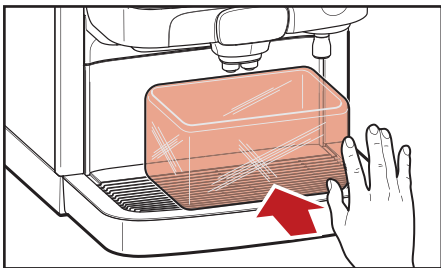

Fig. 5.5 - Placez le récipient
7. Placez un récipient sous les sorties de boisson et d'eau chaude (fig. 5.5)